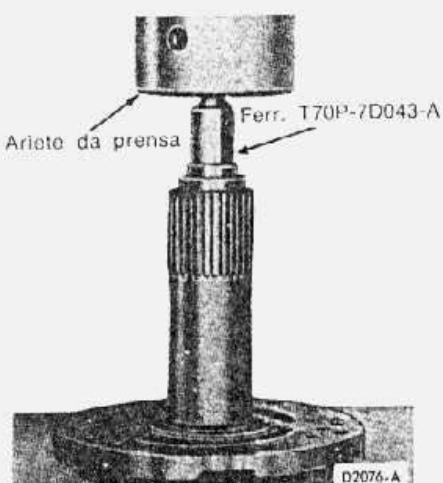

fig. 70 — instalação da bucha do suporte do estator
3. Prensar as buchas novas no suporte do estator, conforme ilustrado na fig. 70. Usar a extremidade com o encaixe de 1/8" para a bucha dianteira e a extremidade com encaixe de 1/4" para a bucha traseira.